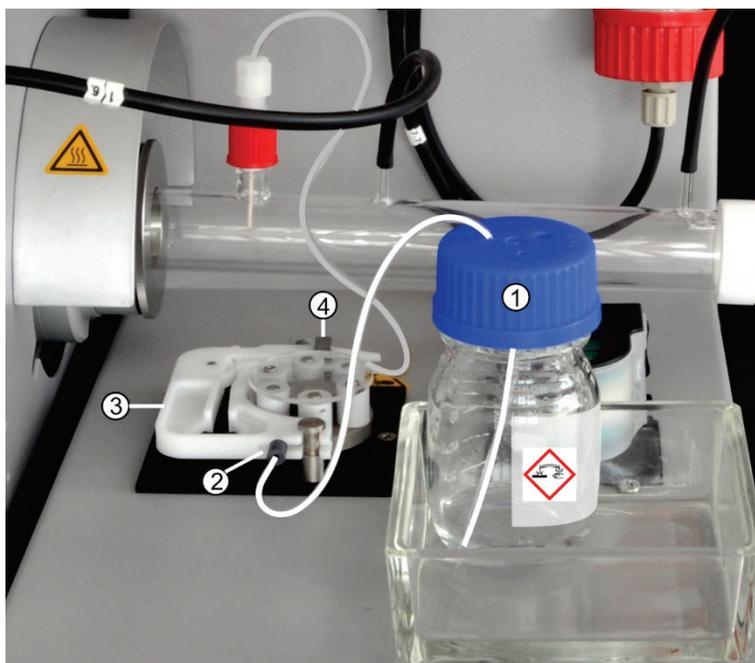

Bild 49 Pumpschläuche einspannen
3. Die Schlauchkassette (3 in Bild 49) öffnen und den Pumpschlauch herausnehmen.
6. Den Pumpschlauch zwischen den beiden Kunststoffstoppfern (2 in Bild 49) in die Schlauchkassette einspannen.